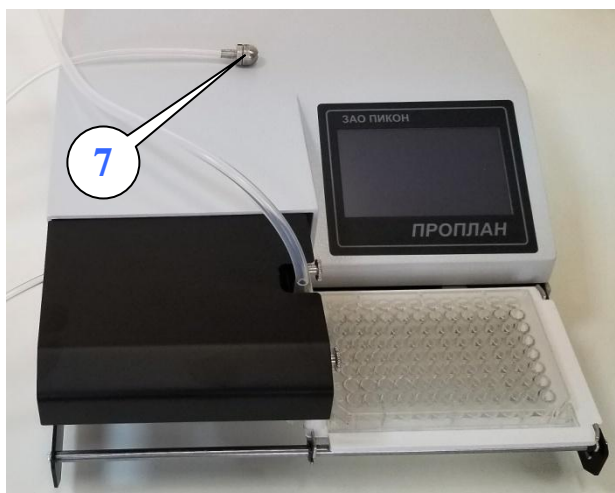

Рис. 4
4. Фильтр промывающего (заливного) раствора (поз. 7, рис. 4) установлен на конце шланга.